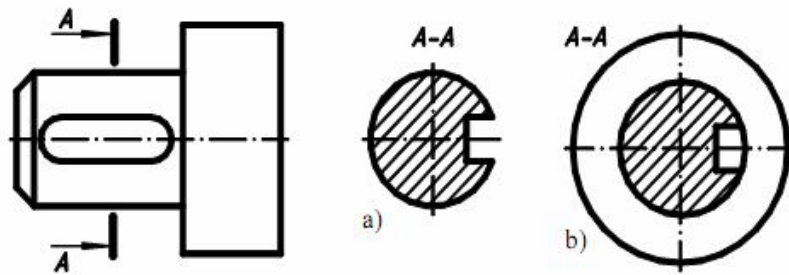
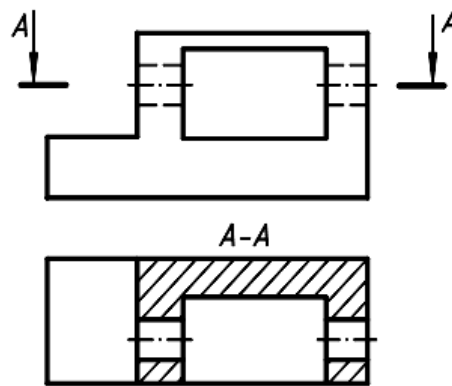

Fig. 8.1.
Fig 8.2.
- secțiune propriu-zisă, dacă se reprezintă numai figura obținută prin intersecția obiectului cu suprafața de secționare (fig. 8.1, a);
- secțiune orizontală, dacă planul de secționare este paralel cu planul orizontal de proiecție (fig. 8.2);
- secțiune de profil, dacă planul de secționare este paralel cu planul de profil de proiecție (vezi fig. 8.1, a, b);
- secțiune plană, dacă suprafața de secționare este un plan (vezi fig. 8.1, 8.2, 8.3);
- secțiune simplă, dacă este generată de un singur plan de secționare (vezi fig. 8.1, 8.2, 8.3);
- secțiune transversală, când planul de secționare este perpendicular pe axa obiectului (vezi fig. 8.1).
- secțiune completă, când în proiecția respectivă obiectul este reprezentat secționat integral (vezi fig. 8.2, 8.3);
Pentru piesele metalice hașura prezintă linii continue subțiri paralele, echidistante, înclinate sub 45° în dreapta sau stânga față de o linie de contur (vezi fig. 8.2, 8.4, 8.5), de o axă a reprezentării (vezi fig. 8.1) sau față de chenarul desenului.